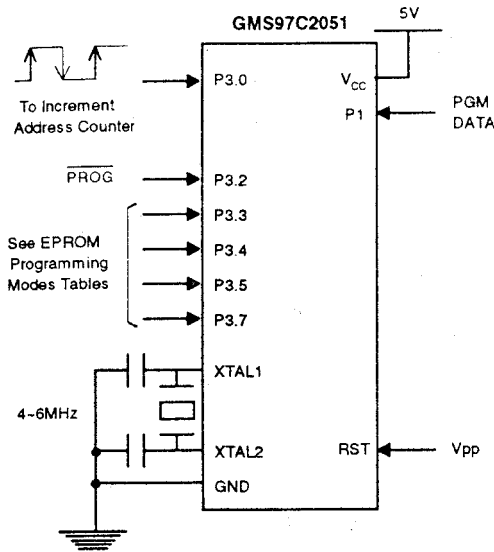
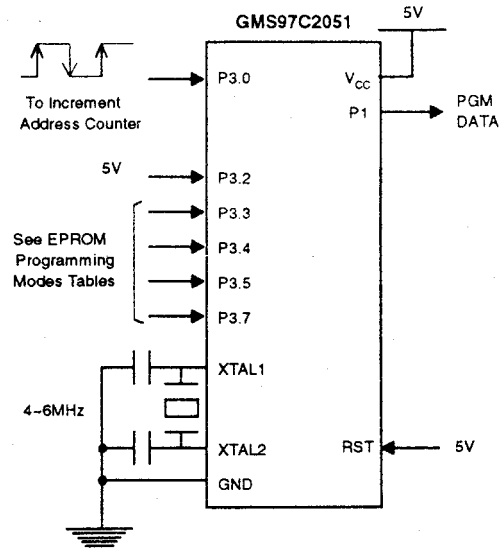
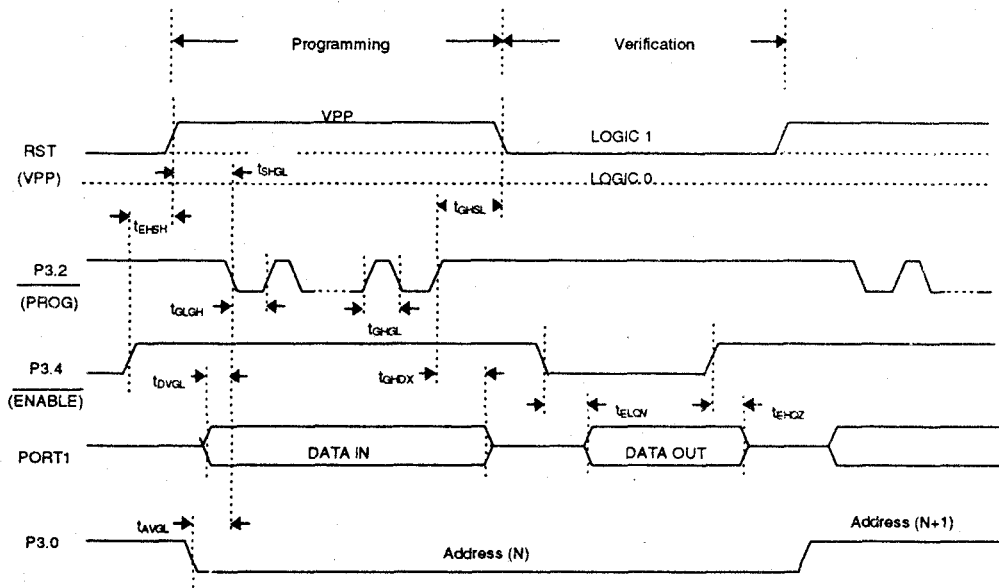
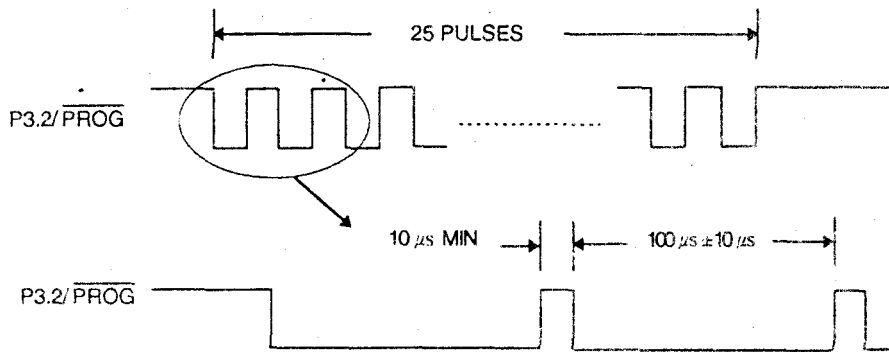

图5 编程EPROM存储器
图6 校验EPROM存储器
图7 EPROM编程和校按时序图
图8 编程波形图
冲编程的电路接法和波形示于图5和图8。图6表示用于正常程序存储器校验的电路接法。
6) 如图8中所示将P3.2 (PROG) 加25个负脉冲。每个编程脉冲的低电平为100 μs (±10 μs) 而高电平最小为10 μs。
EPROM编程和特性表见表11，时序、波形图见图7和图8。